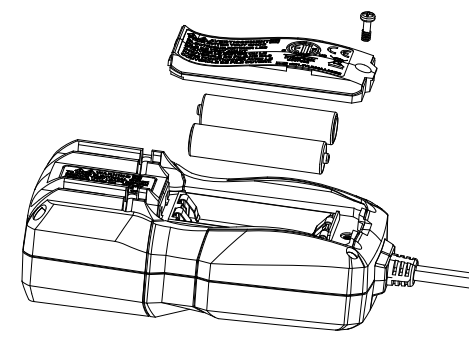

图12
- 2、将本产品面板朝下,并旋开电池盒上的螺丝,卸下电池盖,即可更换电池。(如图12)